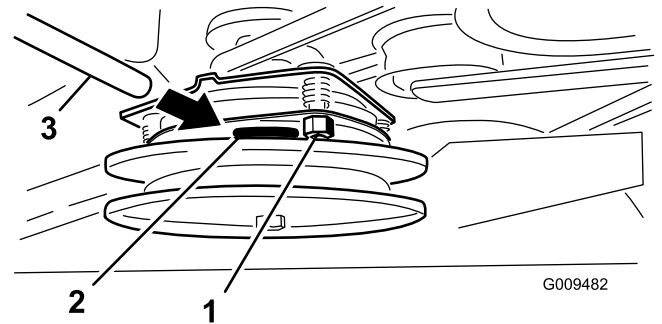

図 58
3. すき間ゲージがかかるくはさまれるがまだ楽に動かせる程度までロックナットを締め付ける 図 58。